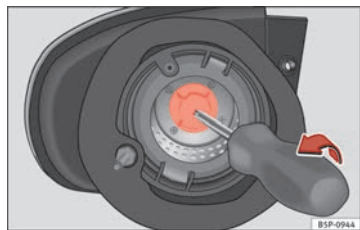

Fig. 193 Luz intermitente.
- Saque el portalámparas del intermitente con ayuda de un destornillador en el sentido de la flecha ⇒ fig. 193.